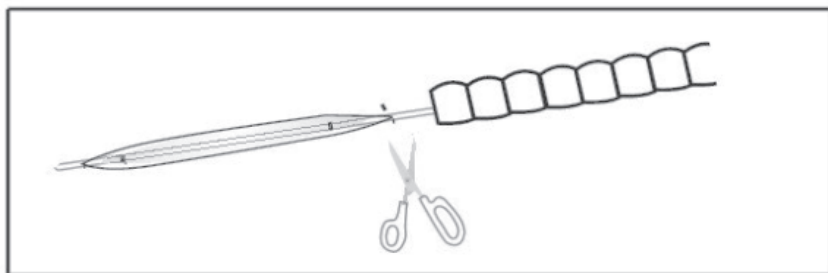

Figura 4
8. Se il palloncino sgonfia o il filo guida precaricato non possono essere estratti dal canale di lavoro dopo la procedura, può essere necessario rimuovere l'endoscopio insieme al palloncino sgonfia e al filo guida precaricato per evitare danni all'endoscopio. Dopo la rimozione, estrarre il fodero del palloncino tagliandolo all'estremità prossimale, come illustrato nella Figura 4.
Non estrarre con forza il palloncino o il filo guida precaricato dall'endoscopio se si riscontra una resistenza significativa. Potrebbe essere necessario rimuovere l'endoscopio insieme al palloncino compromesso e al filo guida precaricato per evitare danni all'endoscopio. Rimuovere il catetere a palloncino dall'endoscopio tagliando l'estremità prossimale del palloncino (vedere la Figura 4).